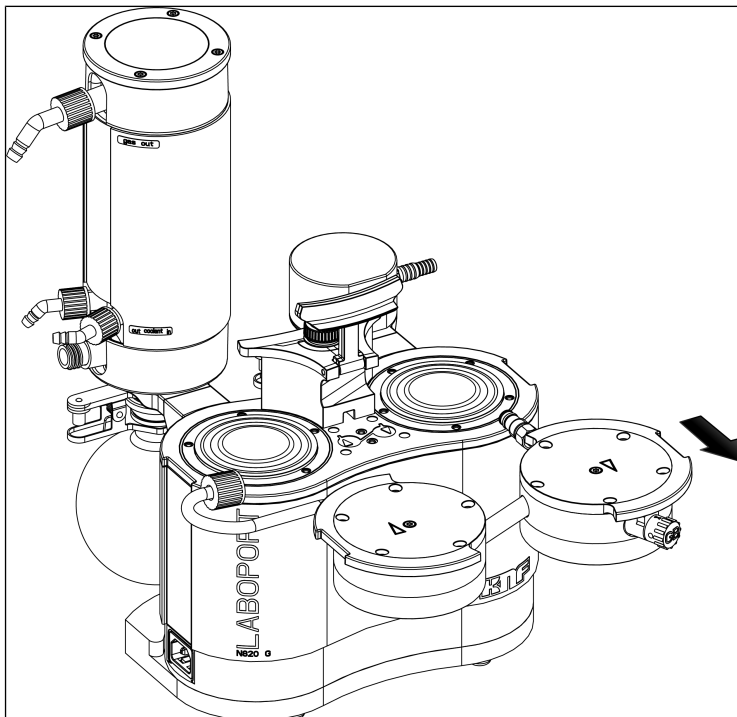

Abb. 14: Pumpenköpfe abnehmen
3. Nehmen Sie die Pumpenköpfe vorsichtig zur Seite hin ab (siehe Abb. 14).